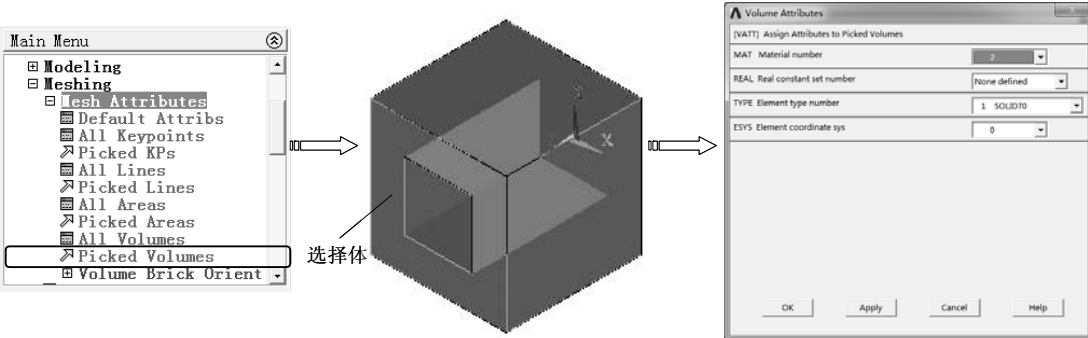

图 8-94 设置体单元属性
2) 选择 “Main Menu>Preprocessor>Meshing>Mesh Attributes>Picked Volumes” 命令，弹出 “Volume Attributes” 对话框，拾取大长方体，单击 “OK” 按钮，弹出 “Volume Attributes” 对话框，在 “Material number” 下拉列表中选择 “2”，单击 “OK” 按钮完成单元属性设置，如图 8-94 所示。